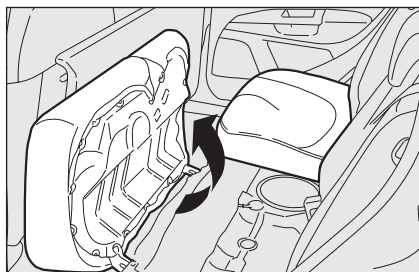

fig. 95
- renverser les coussins en avant dans le sens indiqué par la flèche **fig. 95**;